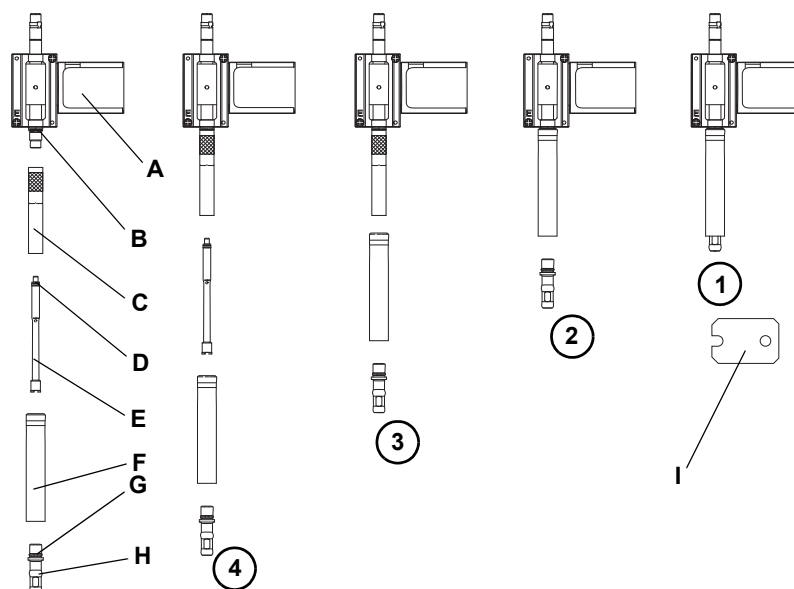

Рис. 7-11 Удаление или установка механизма захвата одноразовых наконечников пневматического манипулятора Air LiHa
- 2 Придерживая выводную трубку и адаптер наконечника, открутите конус DiTi с помощью входящего в комплект поставки конусного ключа DiTi (шаг (1) и (2) на Рис. 7-11, 7-42).
- 4 Снимите выводную трубку наконечника (шаг (3) на Рис. 7-11, 7-42).
- 5 Открутите и извлеките цилиндр адаптера и воздушную трубку (шаг (4) на Рис. 7-11, 7-42).